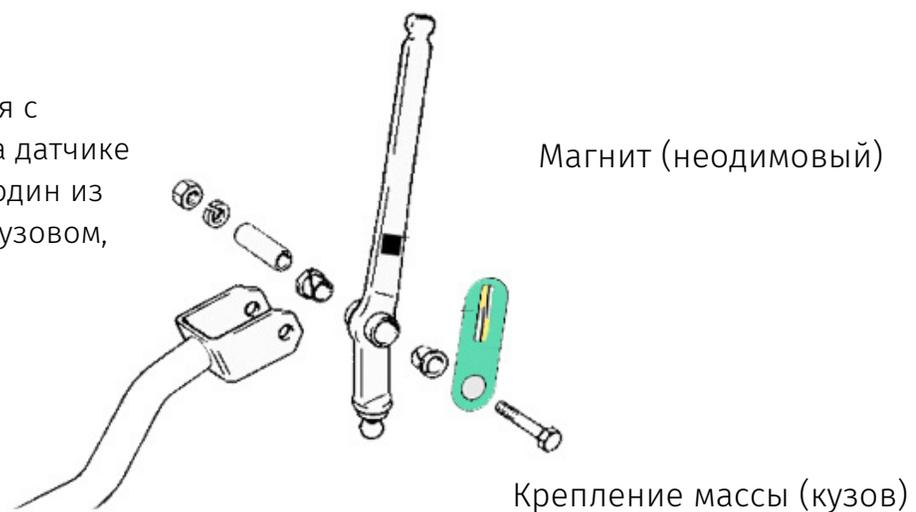

Рис. 2
**ВНИМАНИЕ!** Для работы датчика требуется установить неодимовый магнит (в комплект не входит) согласно рис. 2.